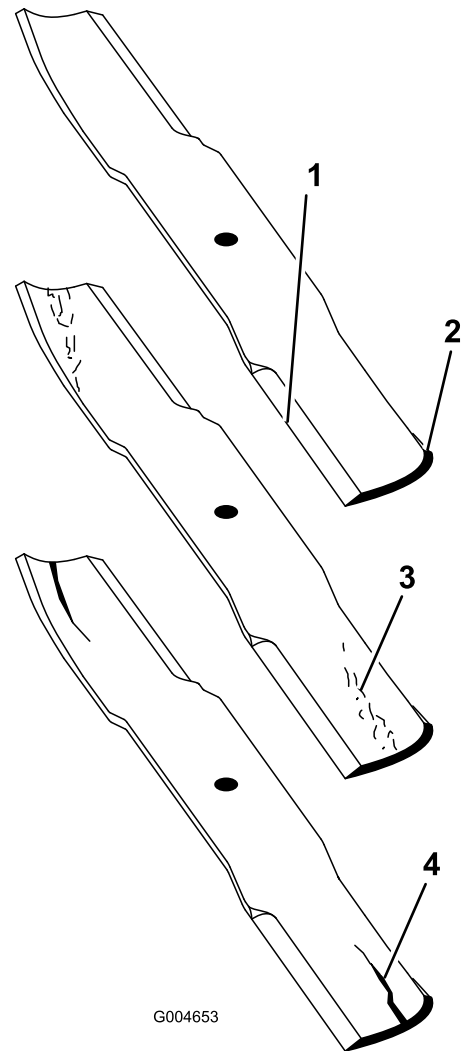

Figura 91
2. Verificate accuratamente i taglienti, con particolare attenzione ai punti d'incontro delle sezioni piatta e curva della lama (Figura 91).
Nota: Sabbia e materiali abrasivi possono consumare il metallo che connette le sezioni piatta e curva della lama, per cui si consiglia di controllare la lama prima di usare il tosaerba. Se la lama è usurata (Figura 91), sostituirla.